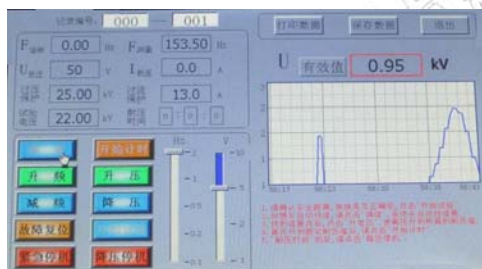

图13
(20) 点击“开始试验”，如想自动找谐振点，点击“调谐”，系统自动寻找谐振点，蓝线代表电压曲线，显示界面如图13。